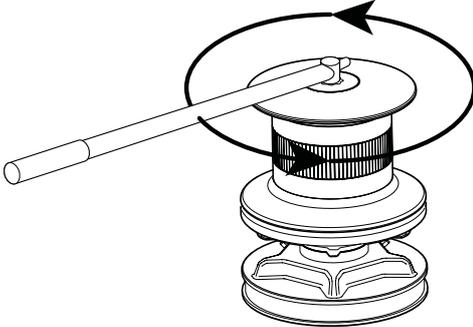

FIG.2
2. Retirar la palanca del casquillo, envolver la cuerda en la campana en sentido antihorario (al menos 3 vueltas) (**fig.2**).